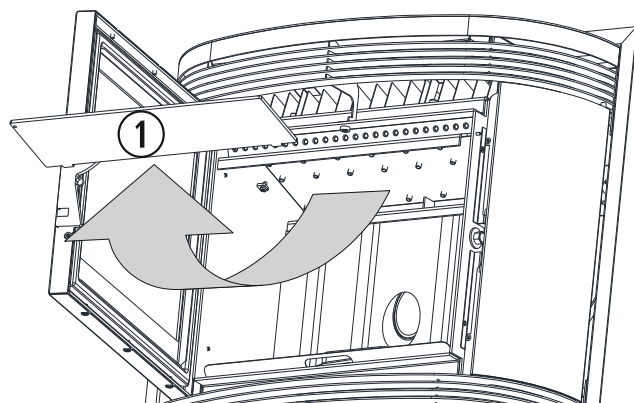

Figura 24
5.6. Nos modelos Eco II e Atenas, deve-se realizar uma ação de limpeza a maiores sobre o permutador de calor, esta ação terá uma frequência semanal. Como se vê na *figura 24* (Eco mini), para ter um melhor acesso ao permutador e poder limpá-lo de forma exaustiva, devemos empurrar para cima a placa superior da grade, até desencaixar as patilhas que a fixam à placa central e puxá-la. Ao finalizar, colocamos de novo a placa superior, assegurando-nos de que as patilhas ficam corretamente encaixadas.
①	Placa superior da rede.